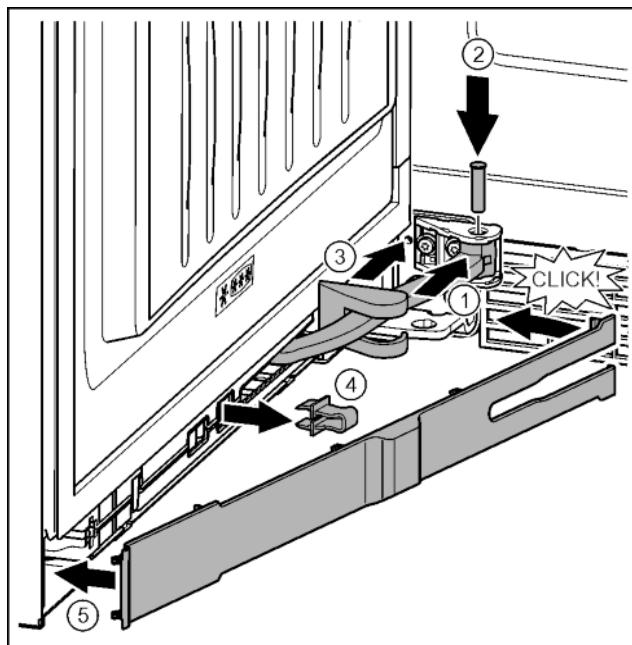

Fig. 42
- Повернуть шарнир в навеске. *Fig. 42 (1)*
- С помощью отвертки T15 вставить палец в навеску и шарнир. При этом следить за тем, чтобы выступ фиксатора занимал правильное положение в пазу. *Fig. 42 (2)*
- Переместить крышку опорного кронштейна вдоль шарнира и установить над навеской. *Fig. 42 (3)*
- Снять предохранитель. *Fig. 42 (4)*
- Установить накладку со стороны ручки и повернуть. *Fig. 42 (5)*